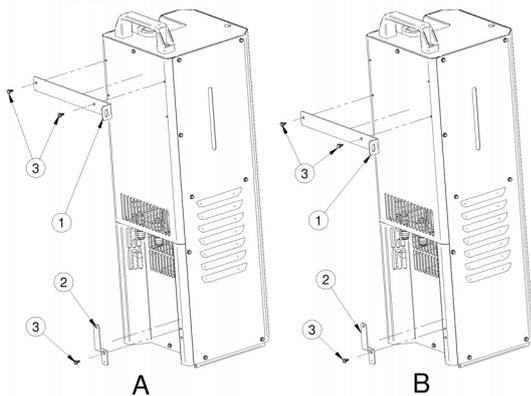
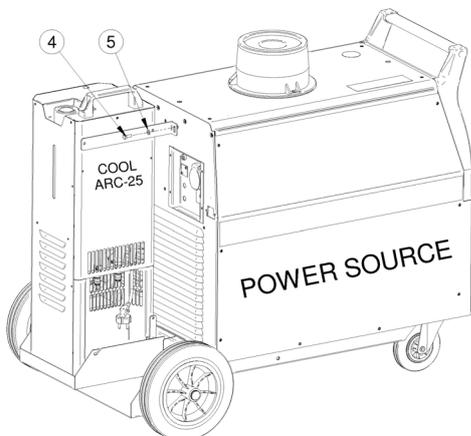

Figura 3A Montare la staffa di supporto nella posizione corretta a seconda dell'altezza del generatore
Figura 3B Schema di montaggio del **COOL ARC® 25** su Generatore
Per il montaggio del **COOL ARC® 25** in posizione verticale su carrello portabombola e' necessario usare la staffa di fissaggio principale (1). Per la corretta installazione fare riferimento alla Figura 3a e Figura 3b. Utilizzare le vite autofilettanti fornite e fissare la staffa utilizzando i fori presenti nel pannello posteriore del gruppo **COOL ARC® 25**. Dopo questa operazione posizionare il gruppo sopra il carrello portabombole sulla parte sinistra.